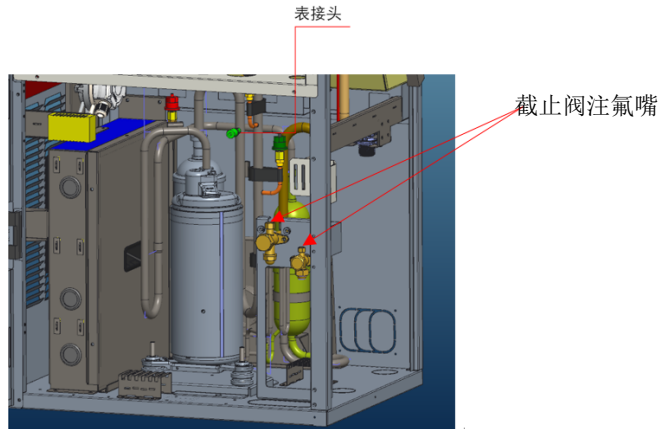

图2-21 抽真空接管示意图
- b. 同时在室内机大小阀门充氟嘴处连接真空泵进行抽真空，如图2-21所示，分别将两根连接管抽至真空度 20Pa 以下，关闭真空泵并保压，压力应无回升。